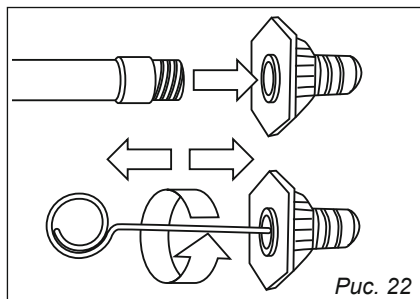

Рис. 22
1) Снимите форсунку с моечного пистолета, используя специальное устройство произведите прочистку отверстия форсунки согласно рис. 22, используя сжатый воздух продуйте отверстие в обратном направлении.